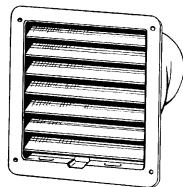

Fig. 9
5. Überprüfen der Außenluftansaugung (zweimal jährlich) Fig. 9
5. Checking the fresh air intake (Twice a year) Fig. 9